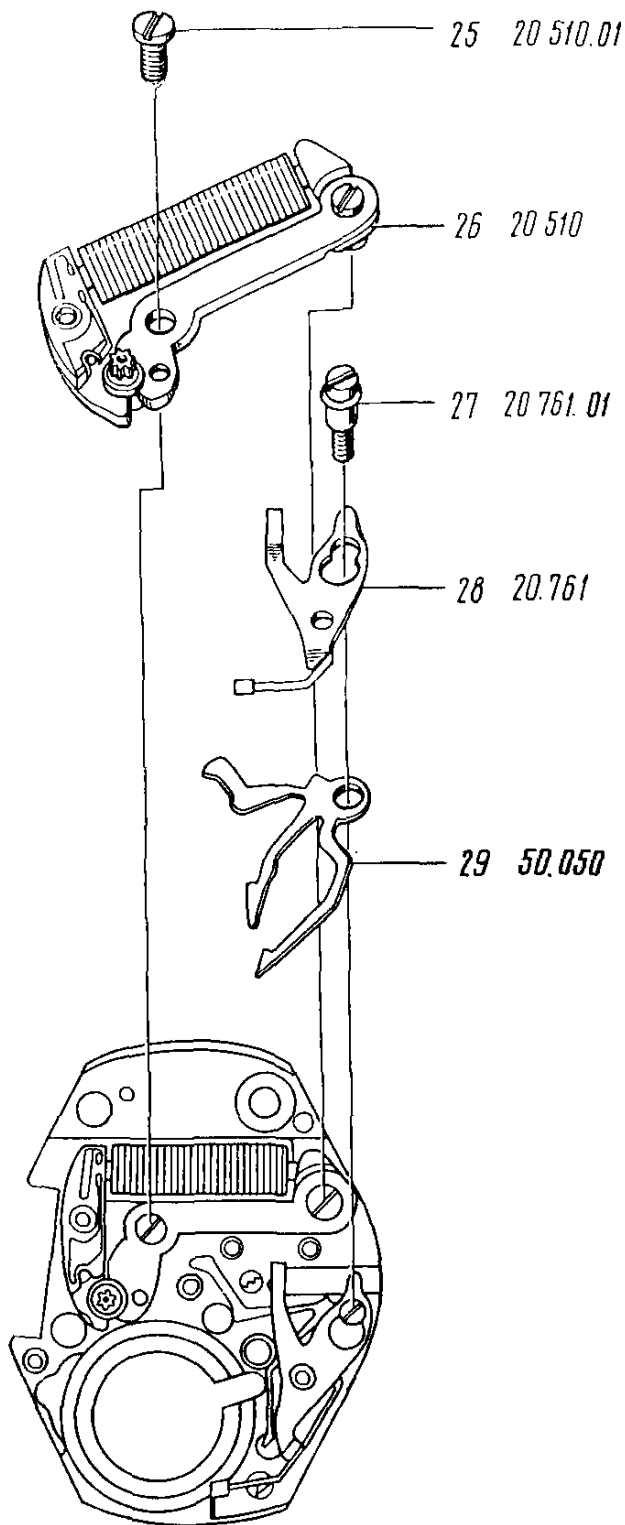

Рис. 54.
28. Отвернуть и снять винт 25 шагового двигателя (рис. 54)